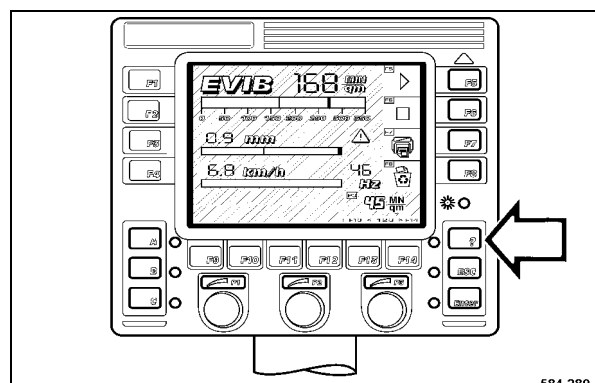

fig. 197
- Confirmer avec la touche "?" (menu). (fig. 197).